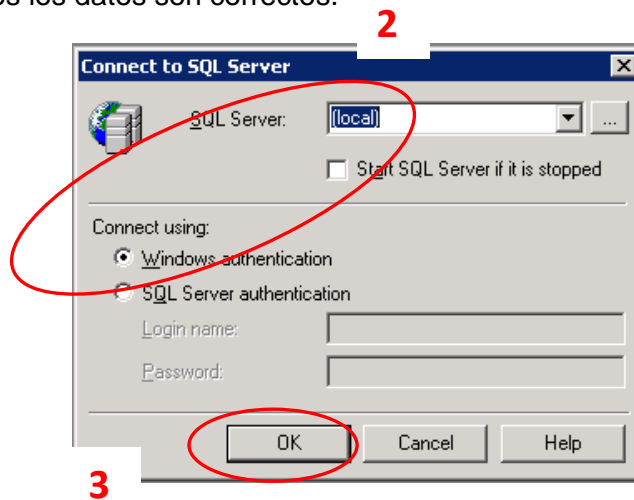

Imagen 17
2. - En la ventana (**Imagen 17**) siguiente debemos tener los datos de la siguiente manera: